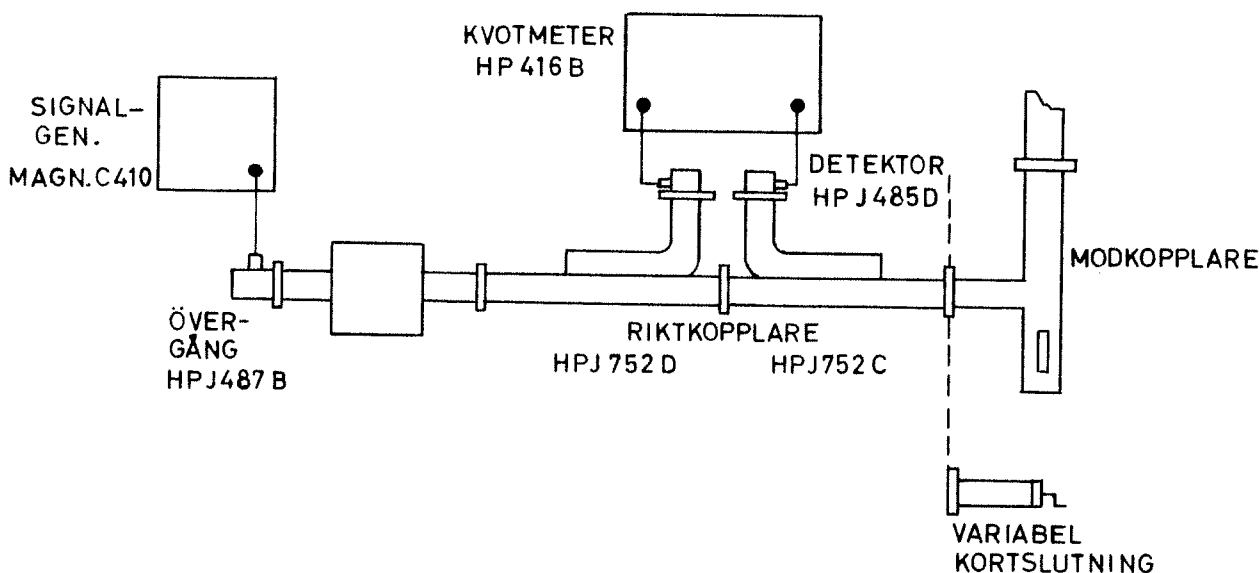

Bild 3. Uppkoppling
- 4.08.1 Anslut mätutrustningen enligt bild 3, till modkopplaren och en fast kortslutning vid anpassningsbiten till matarhornet. Kalibrering av mätutrustningen sker enligt punkt 4.08.2.